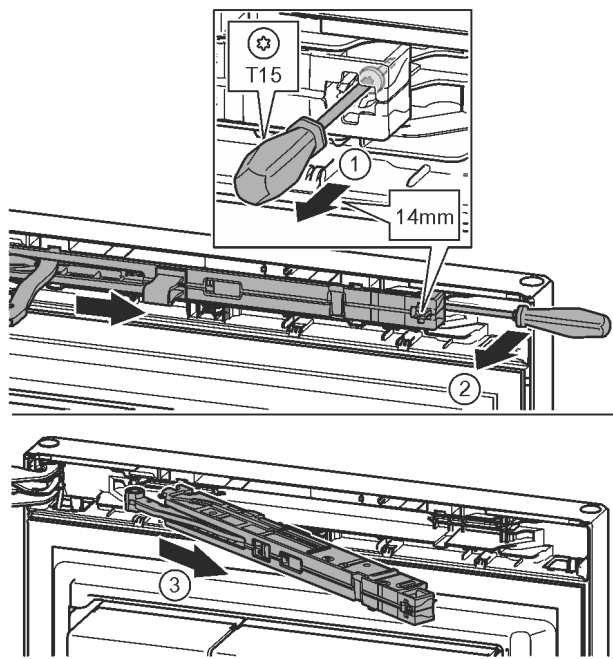

Fig. 12
- ▶ Przy pomocy śrubokręta T15 odkręcić śrubę na amortyzatorze zamykania drzwi ok. 14 mm. *Fig. 12 (1)*
- ▶ Od strony uchwyty, za amortyzator zamykania drzwi wsunąć śrubokręt i obrócić do przodu. *Fig. 12 (2)*
- ▶ Wyjąć amortyzator zamykania drzwi. *Fig. 12 (3)*